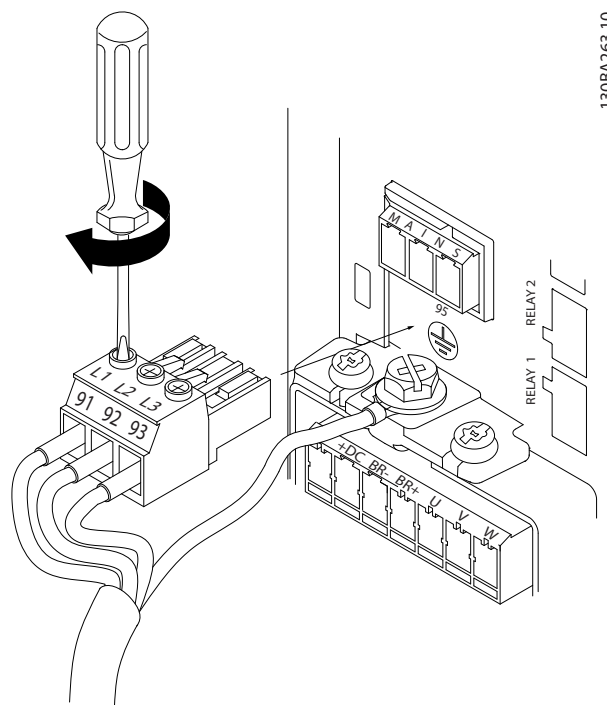

Рисунок 3.10 Монтаж сетевого разъема
3. Присоедините сетевые кабели к сетевому разъему и затяните винты, как показано на *Рисунок 3.10*.